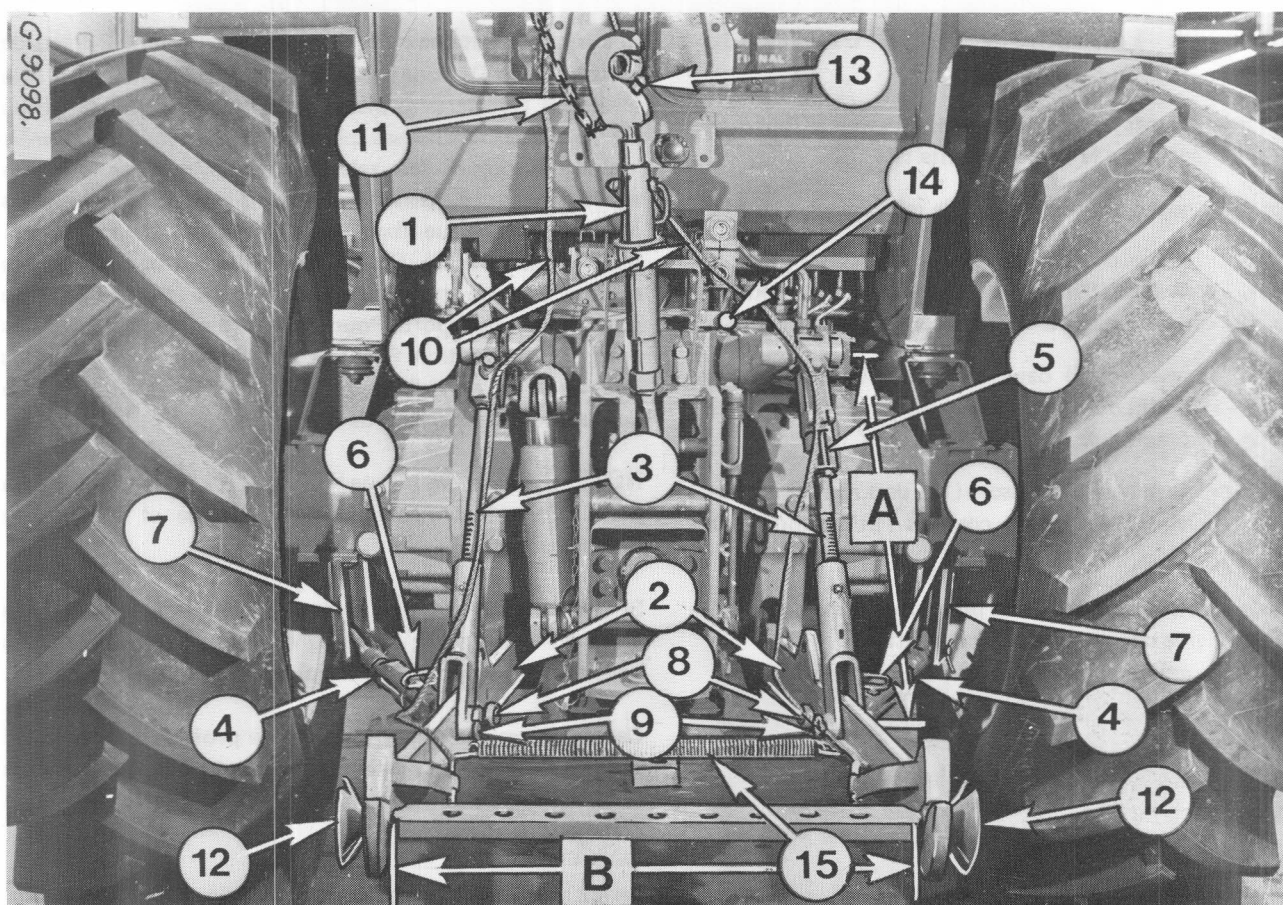

Figure 41
- Réglez la longueur (A) des tringles de relevage (3, Fig. 41).
Si l'outil porté est une charrue, réglez la longueur de la barre du 3ème point (1) - Fig. 41 - de sorte que les corps de charrue avant et arrière travaillent à la même profondeur.
NOTE : Lorsque vous attachez des équipements pourvus de roues de jauge latérales, veillez à régler correctement le collier (5) Fig. 41 afin de permettre le débattement latéral.